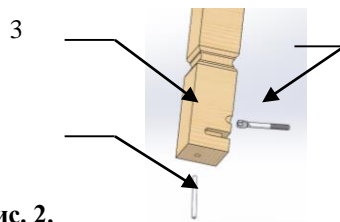

Рис. 2.
- Осторожно распаковать столешницу с подстольем (1), уложить на чистую, мягкую поверхность столешницей вниз – рис 1. **Внимание!** до полной сборки столешницу с подстольем не переворачивать! Вставку не распаковывать и не вынимать (при наличии)!!!
- Осторожно распаковать ноги (2). Рекомендуется установить в торцы ног подпятник с гвоздем (7) для защиты от влаги (аккуратно забить в центр нижнего торца ног).
- В отверстие на кромке ноги (2), вставить шпильку (3) плоским концом с отверстием под штифт, а в отверстие в торце ноги вставить штифт (4) так, чтобы он попал в отверстие шпильки (3) – рис. 2